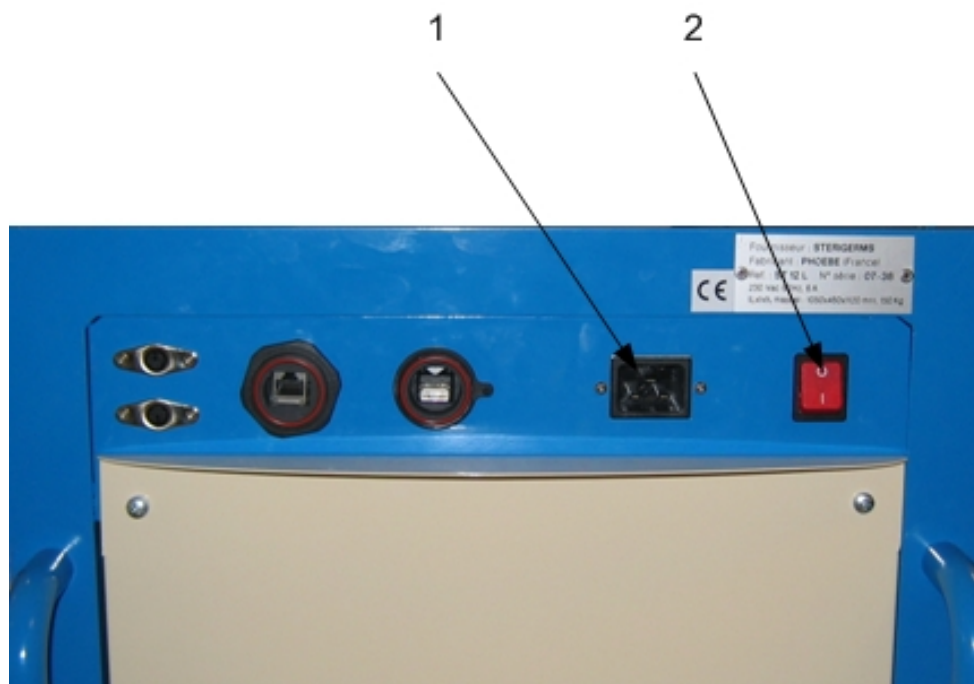

Figure 2 – STERIGERMS face arrière
Raccorder le cordon d'alimentation à l'embase (1, Figure 2) du STERIGERMS puis à la source d'énergie externe.
- Placer l'interrupteur lumineux général de mise sous tension (2, Figure 2), situé sur la face arrière du STERIGERMS, sur « Marche » et vérifier que le voyant intégré s'allume.
- Vérifier que l'interrupteur lumineux général de mise sous tension (2, Figure 2), situé sur la face arrière du STERIGERMS, est sur « Marche » et que le voyant intégré est allumé.